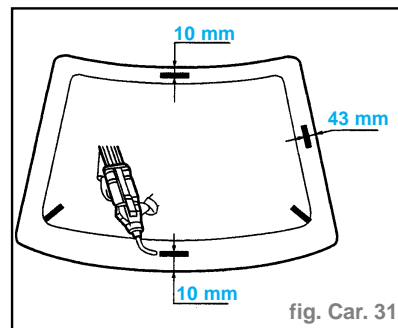

fig. Car. 31
- Centrer le cordon de colle (fig. Car. 31) :